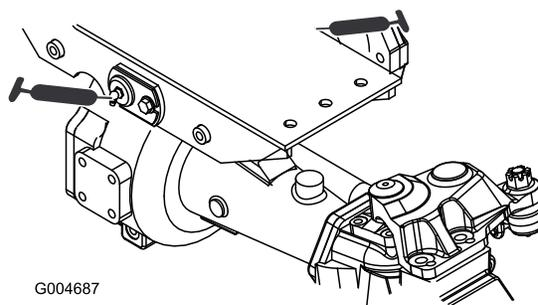

Рисунок 34
- Втулки шарниров переднего и заднего моста (2 шт.) (Рисунок 34)